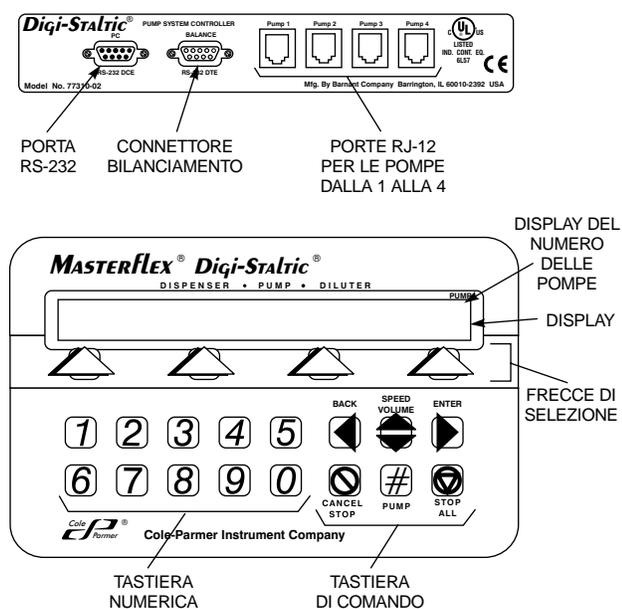
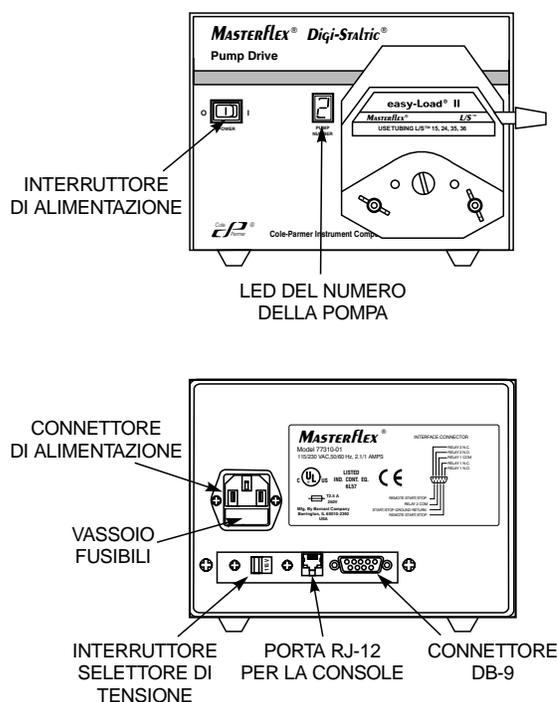

Figura 2. Cosole di comando
Figura 3. Comandi, connettori e indicatori dell'azionamento della pompa
Tutti i comandi, i connettori e gli indicatori nella console di comando sono mostrati nella Figura 2. I connettori si trovano tutti nel pannello posteriore. La Figura 3 rappresenta un azionamento della pompa e mostra l'interruttore di alimentazione e il display nella parte anteriore e i connettori in quella posteriore. La Tavola 2 elenca tutti i comandi dell'operatore e gli indicatori.
Dopo aver dovutamente innestato la console di comando e tutti gli azionamenti alla fonte di corrente alternata, il sistema può essere messo sotto tensione. Consultare la Figura 2 e impostare l'interruttore di alimentazione di uno degli azionamenti alla posizione di accensione (I). Il numero della pompa viene visualizzato nel LED. Nella console di comando viene visualizzato lo schermo di benvenuto.